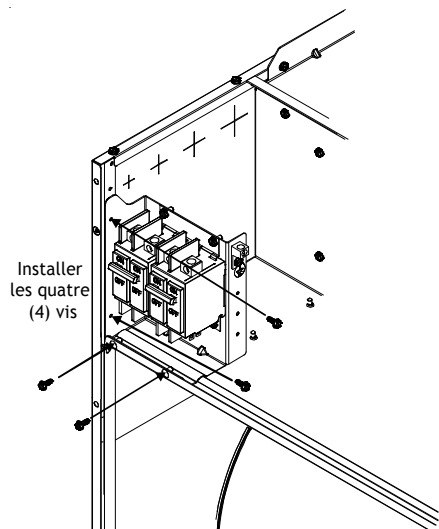

FIGURE 3
6. Pour tous les kits de chauffage électrique dotés de disjoncteurs, montez le support de montage du disjoncteur tel qu'indiqué sur la Figure 3 à l'aide des vis fournies. Insérez les quatre (4) vis tel qu'indiqué sur la Figure 3 (deux à travers la bride du panneau de contrôle et deux dans le montant d'angle de l'armoire).